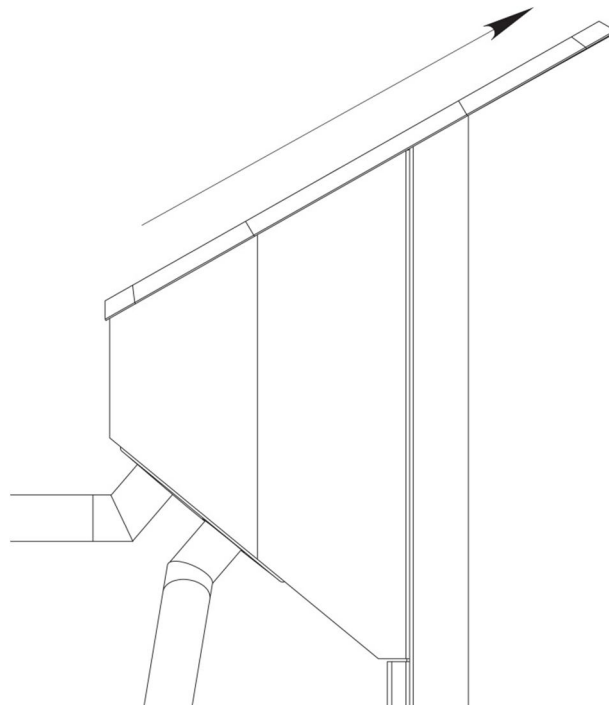

Рис. 4
- сдвиньте панель индикации в направлении, указанном на Рис. 4, и поднимите ее вверх;